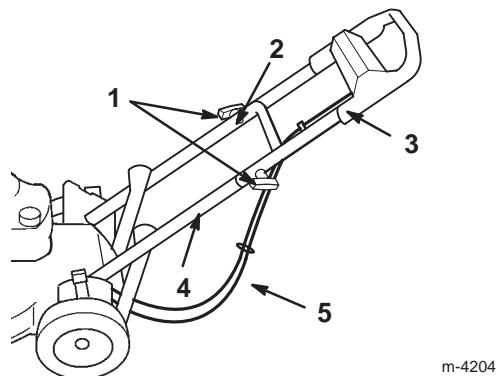

Bild 3
- Schieben Sie die Endabschnitte des oberen Griffes über den unteren Griff, so dass die Abschnitten eingreifen (Bild 3).
- Achten Sie darauf, dass die Bowdenzüge unter und hinter dem unteren Griff verlaufen, wie in Bild 3 dargestellt.
- Befestigen Sie den oberen Griff mit den zwei Konturgriffschrauben und den zwei Einstellknöpfen am unteren Griff (Bild 3).